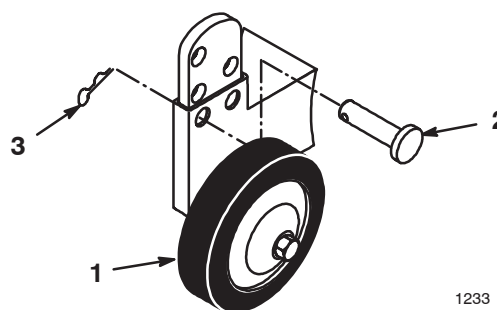

Bild 7
- A. Nehmen Sie den Splint und Stift heraus und ändern Sie die Position des Lochs (Bild 7).
- B. Wählen Sie eine Lochposition, so dass die Radstelze 10 mm Bodenabstand hat, damit der Schnitthöhenhebel verwendet werden kann (Bild 7).